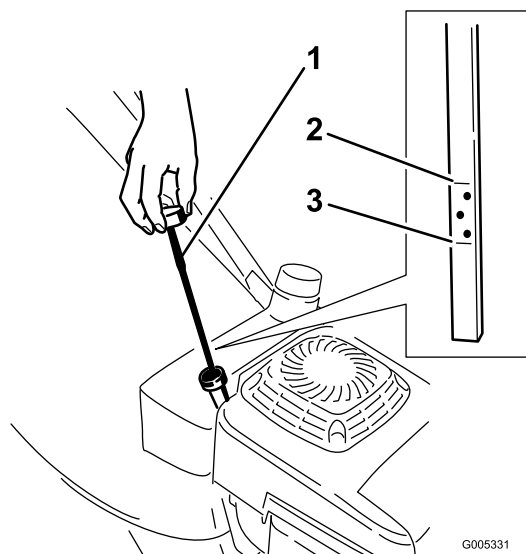

Figure 9
Avant chaque utilisation, vérifiez que le niveau d'huile arrive entre les repères maximum (Full) et minimum (Add) de la jauge (Figure 9).
2. Nettoyez la surface autour du bouchon de remplissage (Figure 9).
6. Sortez de nouveau la jauge et vérifiez le niveau d'huile (Figure 9).